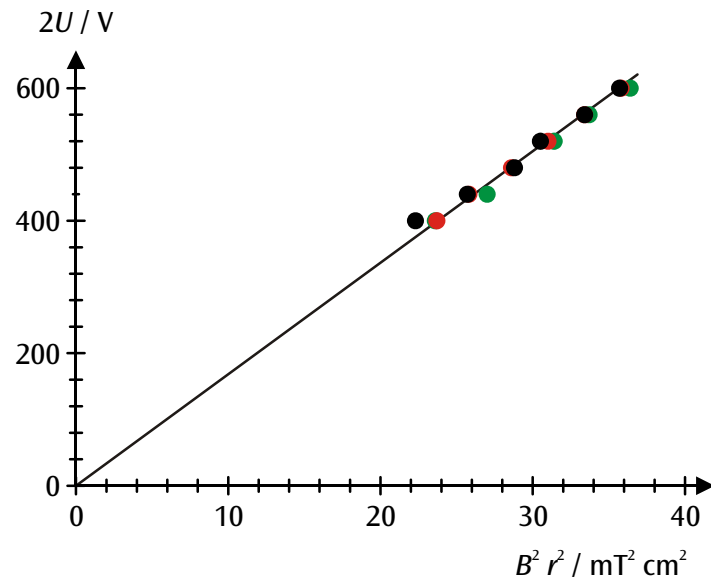

Fig. 3 Diagramme $r^2 B^2 - 2U$ des valeurs mesurées (noir : $r = 5$ cm, rouge : $r = 4$ cm, vert : $r = 3$ cm)
- Pour évaluer les mesures, reportez les valeurs dans un diagramme $r^2 B^2 - 2U$ (voir la fig. 3).